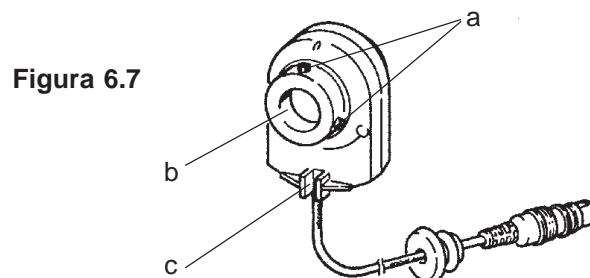

Figura 6.7
- La figura 6.7 muestra la vista frontal del IWG. Éste se enchufa en la espiga de sujeción de la rueda de mano y se fija por medio de 2 tornillos de cabeza con exágono interior (a).